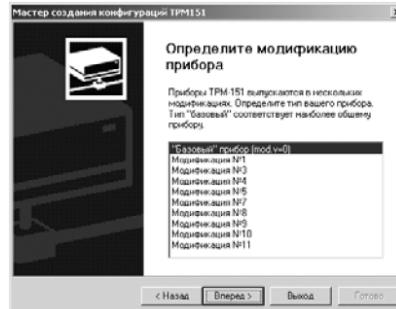
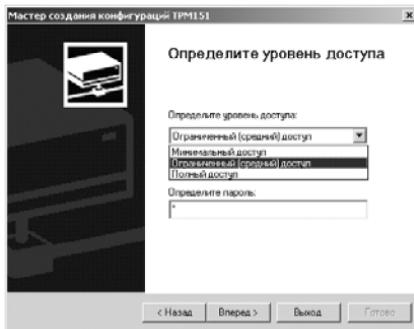

Рисунок 10.2
Рисунок 10.3
- 3) Программа попытается считать модификацию из прибора. **Если модификация успешно считана**, на экране сразу появится окно с приглашением выбрать уровень доступа (см. рисунок 10.3). **Если модификацию считать не удается**, появится соответствующее сообщение. Нажмите «OK» - открывается окно с приглашением выбрать модификацию прибора из списка (рисунок 10.2). Выберите модификацию Вашего прибора («Модификация № 8»). Нажмите кнопку [Вперед] – откроется окно с приглашением выбрать уровень доступа (рисунок 10.3). Переходите к п. 4.